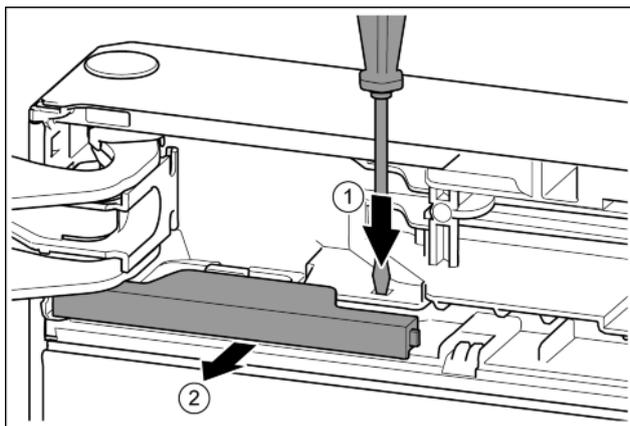

Fig. 14
- Con un cacciavite spingere la linguetta. Fig. 14 (1)
- Estrarre la copertura dal bloccaggio. Fig. 14 (2)